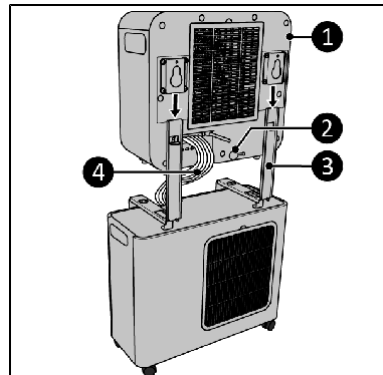

Abb. 10
3. Setzen Sie dann die Inneneinheit (Abb. 10, Pos. 1) auf die vertikalen Halterungen (Abb. 10, Pos. 3) auf.
4. Führen Sie die Kältemittelleitung (Abb. 10, Pos. 4) zwischen der Innen- und der Außeneinheit derart, dass kein Rundungsradius von weniger als 30 mm entsteht.
5. Nehmen Sie den Verschlussstopfen des Wasserabflusses ab (Abb. 10, Pos. 2).